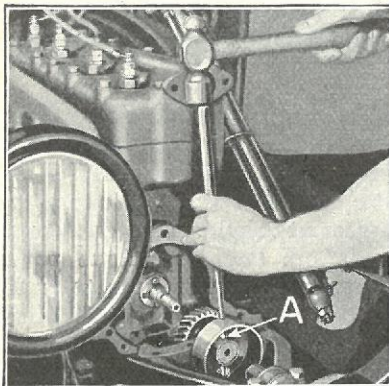

Fig. 274
- (c) Udtag Splitten og Laasestiften, der gaar gennem Ventilatorremskiven, som derefter aftages (Fig. 274-A).